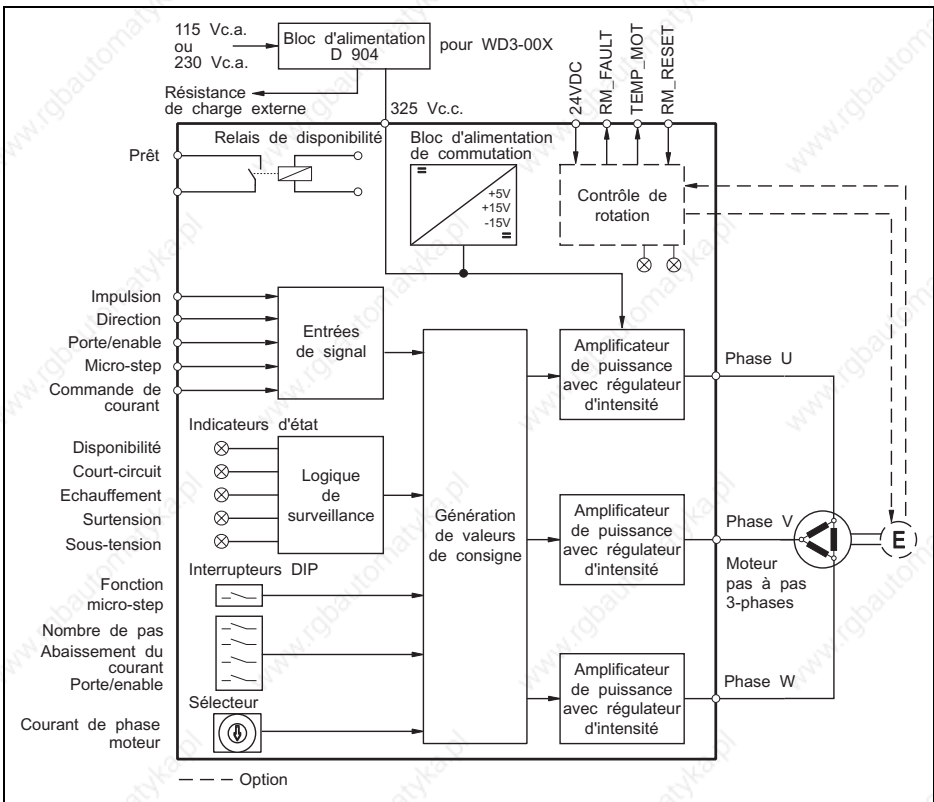

Fig. 2 Schéma-bloc D 901 ou D 950
**Fonctions** Le schéma-bloc (fig. 2) montre les modules les plus importants de la commande de puissance.